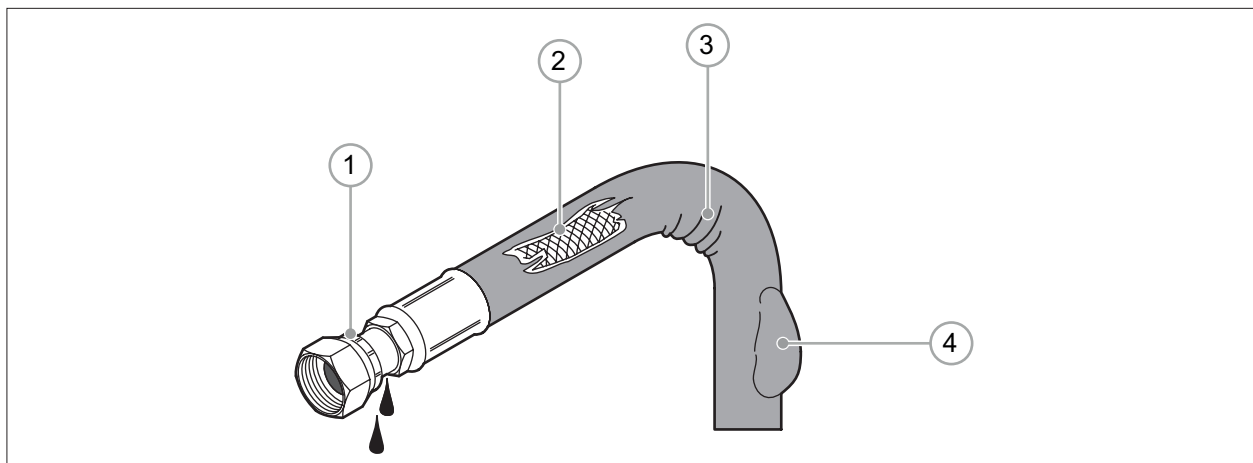

РИС. 46
- 3) Если есть какие-либо признаки повреждения, не работайте на машине, пока не будет сделан ремонт. Некоторые примеры общего повреждения гидравлического шланга показаны на **РИС. 46**.